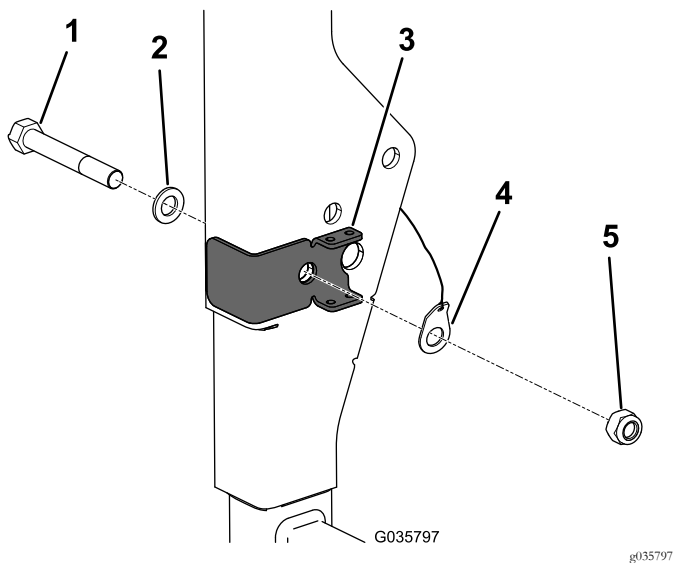

图8
3. 将 ROPS 支架中的孔与 ROPS 中的孔对齐并用现有垫圈安装新螺栓 图8。